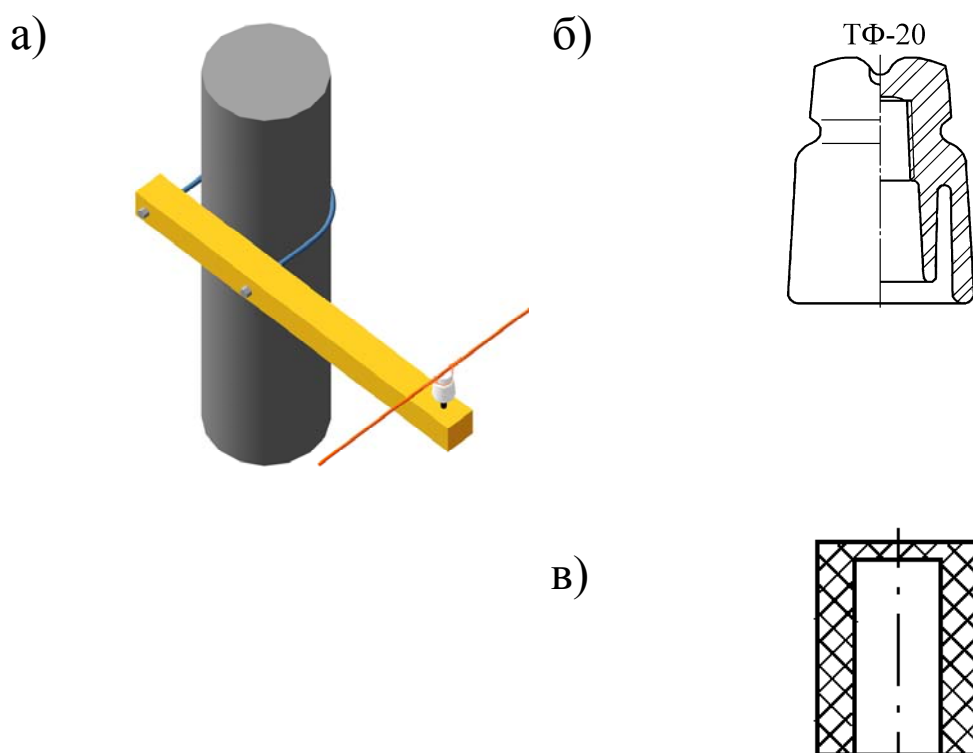

Рисунок 1 – конструкция крепления волновода железнодорожного (а); изолятор ТФ-20 (б); колпачок полиэтиленовый (в)
1. Выполнение работ	<p>Перед подъемом на опору проверить целостность и исправность цепи заземления опоры, а при наличии в цепи заземления защитного устройства установить на нем в диэлектрических перчатках шунтирующую перемычку, присоединив ее сначала со стороны рельса, а затем - со стороны опоры.</p> <p>При работе на конической железобетонной опоре установить и закрепить на ней приставную лестницу 7,5 м.</p> <p>Исполнителю подняться непосредственно по опоре или по приставной лестнице к месту крепления кронштейна (рис. 1 а).</p> <p>Проверить положение кронштейна и состояние его крепления на опоре. Кронштейн должен располагаться горизонтально, на прямых участках пути - перпендикулярно оси провода, а в кривых - занимать радиальное положение. При проверке особое внимание обратить на состояние сварных швов, наличие деформаций, расслоений, трещин и коррозии металла, ослабление креплений. Оценить состояние защитного антикоррозионного покрытия, определить необходимость возобновления окраски.</p> <p>Определить состояние древесины, внешним осмотром или по звуку, при простукивании молотком. Глухой звук свидетельствует о наличии загнивания или расслоения бруса, а звонкий - о хорошем состоянии.</p> <p>Проверить состояние изолятора и крепление на нем волноводного провода. Изолятор не должен иметь сколов, трещин и качаний на штыре. Схема крепления должна соответствовать рис. 1 а. Провод волновода железнодорожного не должен иметь изгиба в месте его крепления к изолятору вязальной проволокой. При обнаружении качания изолятора необходимо освободить его от вязки провода и снять со штыря, после чего заменить на штыре каболку или насадить на штырь новый полиэтиленовый колпачок (рис. 1 в), вложить в изолятор прокладку и посадить на место, наворачив изолятор до упора с возвратом на <math>\frac{1}{4}</math> оборота. Вязка должна быть плотной без ослаблений и выполнена алюминиевой проволокой для сталеалюминиевых проводов или медной вязальной проволокой диаметром от 2,5 до 3,5 мм для биметаллических сталеалюминиевых проводов.</p> <p>Исполнителю спуститься вниз, отсоединить приставную лестницу от опоры и опустить ее на землю.</p> <p>Снять в диэлектрических перчатках шунтирующую перемычку в цепи заземления опоры, отсоединив ее сначала со стороны опоры, а затем - со стороны заземлителя (рельса).</p> <p>На групповом заземлении опор шунтирующая перемычка снимается после окончания работ на опорах, объединенных групповым заземлением.</p> <p>Осмотреть состояние и положение провода в пролете. Минимальные расстояния проводов до различных объектов пересечения или сближения должны соответствовать табл. 2.2.2 ПУТЭКС (ЦЭ-868), а стрелы провеса - проектным значениям</p>